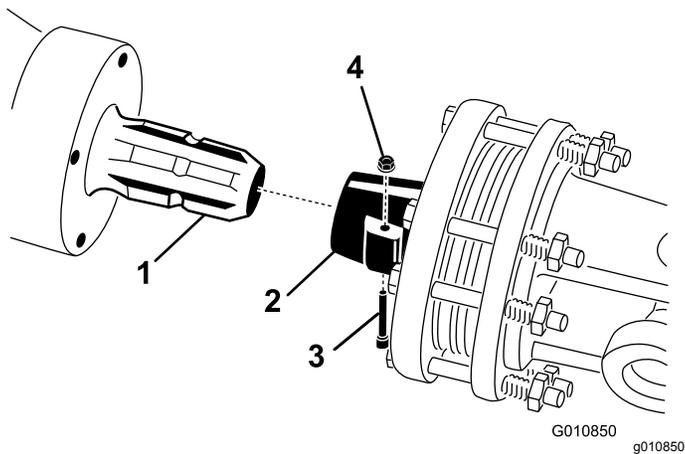

図 23
1. PTO シャフトからピンとナットを外す 図 23。
2. いま取り外したピンとナットを使って、PTO シャフトのクラッチ側の端部を、エアレータのギアボックスの入力シャフトに接続する 図 23。ピンは一方方向にしか差し込めない構造である。